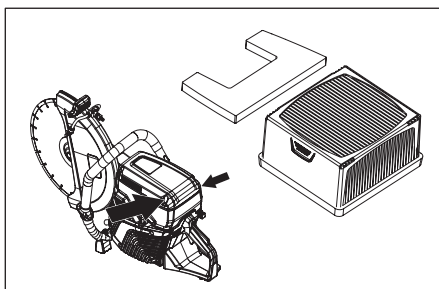

Рис. 23
1. Ослабьте винты. Снимите крышку воздушного фильтра (рис. 23).
2. Проверьте воздушный фильтр и при необходимости замените его (рис. 23).